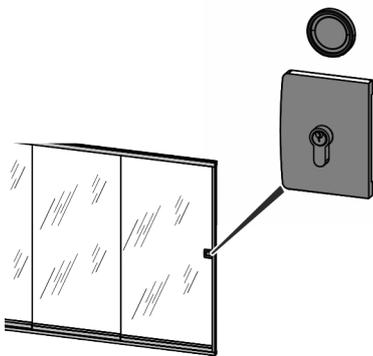

Abb. 7: Glasschiebetür öffnen mit Schiebetürschloss
1. ➤ Schlüssel im Schiebetürschloss nach links drehen (Abb. 7) und Glasschiebetür aufschieben.
2. ➤ Glasschiebetür ganz schließen und Schlüssel im Schiebetürschloss nach rechts drehen (Abb. 7).